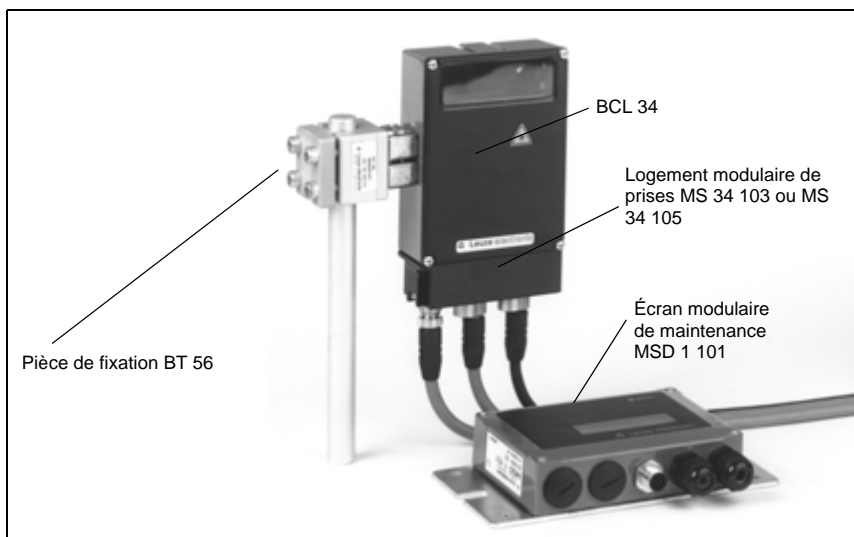

Figure 6.1 : Exemple de fixation du BCL 34
- à l'aide des encoches en queue d'aronde en utilisant l'accessoire de montage correspondant (voir figure 6.1)